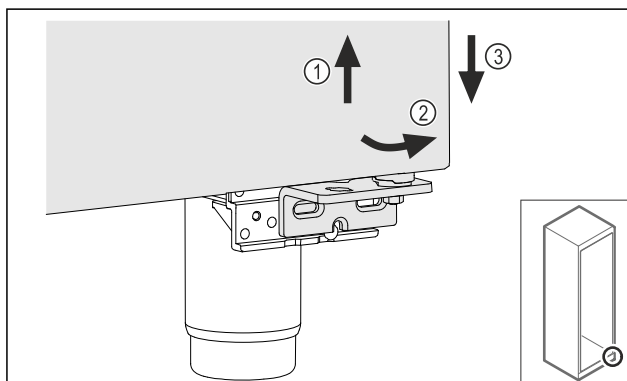

Fig. 26
- ▶ Nadvihnite zľahka dvere Fig. 26 (1), dole ich preklopte dopredu Fig. 26 (2) a spustite dolu Fig. 26 (3).